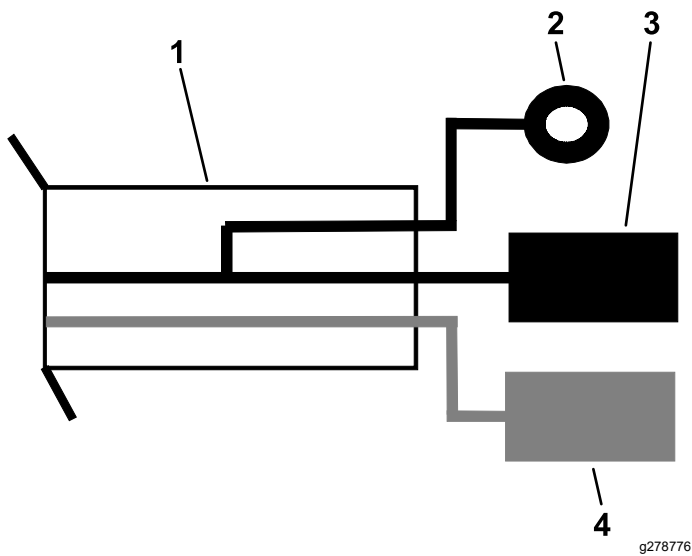

Figura 22
4. Instale el terminal de anillo del cable negro en el bloque de terminales de tierra de la máquina (Figura 22).
5. Instale el cable de alimentación rojo en un zócalo vacío del bloque de fusibles de la máquina (Figura 22).